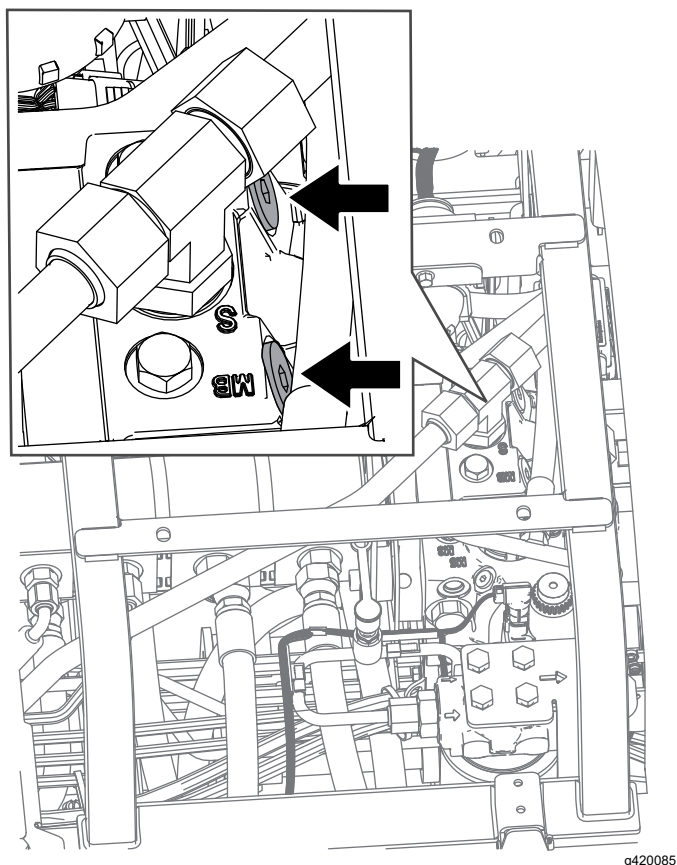

Рисунок 67
2. Найдите перепускные клапаны под сиденьем и в верхней части гидростата (Рисунок 67).